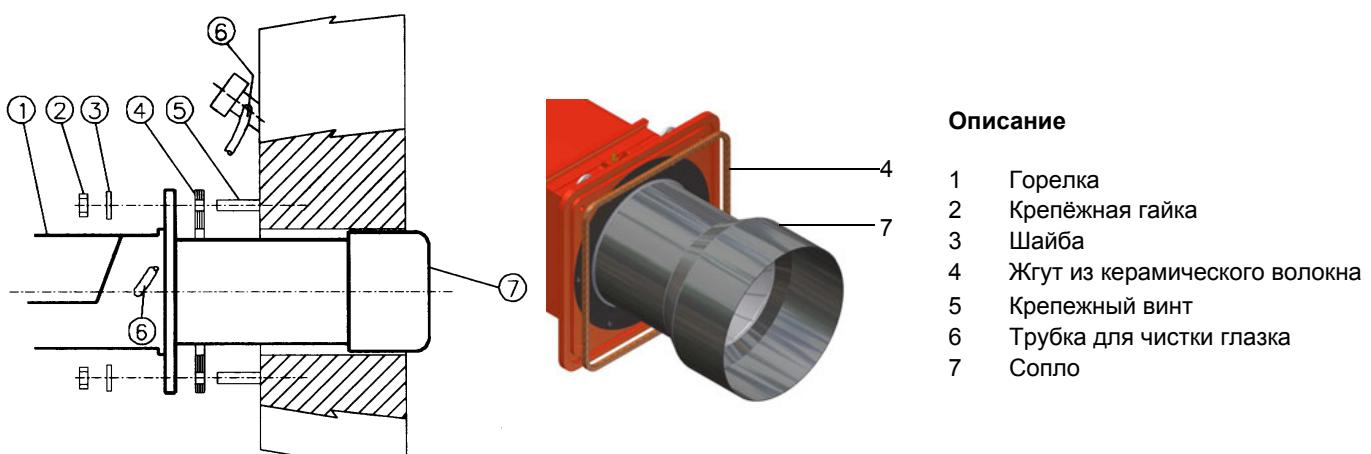

Рис. 3
- 2). завинтить (5) крепежных винта, в соответствии с шаблоном для просверливания отверстий, описанного в параграфе “Габаритные размеры” ;
- 8) закрепить с помощью гаек винты котла согласно схеме данной на Рис. 3.